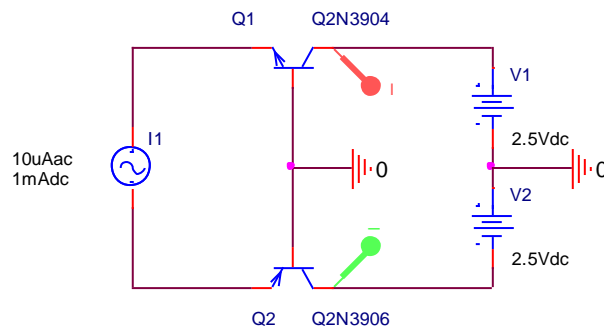

Рис.1.1 Схема моделирования частотной зависимости коэффициента передачи тока в схеме с общей базой
2.1. Составить схему рис.1.1 моделирования коэффициента передачи тока транзисторов в схеме с общей базой в зависимости от частоты переменной составляющей тока эмиттера. Установить постоянную составляющую источника переменного тока **IDC I1** равной 1mAdc, а переменную 10uAac, задание на моделирование переключить на режим сканирования по частоте (**AC Sweep/Noise**) с логарифмической шкалой при начальной частоте 10k, конечной частоте 1G и числом точек на декаду 100.